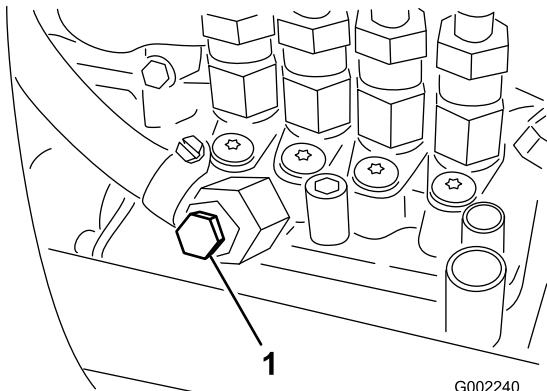

Figura 44
7. Aprite la vite di sfiato sulla pompa d'iniezione (Figura 44).